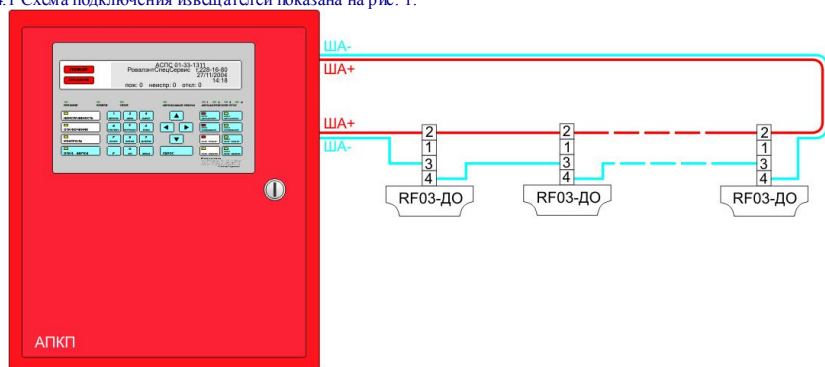

Рисунок 1. Схема подключения извещателей
4.1 Схема подключения извещателей показана на рис. 1.
4.2 Розетку вместе с основанием упаковки закрепить двумя винтами в месте установки извещателя и подключить к шлейфу согласно схемы подключения на рис. 1, пропустив входящие и выходящие провода через основание упаковки внутрь свободной области в центре розетки. Извещатель подключить с помощью розетки согласно нумерации на розетке и извещателе. Назначение контактов извещателя приведено в табл. 2.